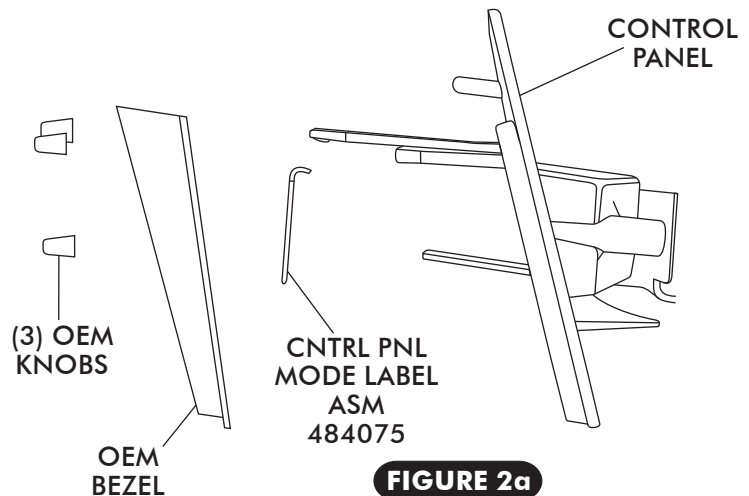

FIGURE 2a
- INSTALL CONTROL PANEL MODE LABEL ASM AS SHOWN IN FIGURE 2a.